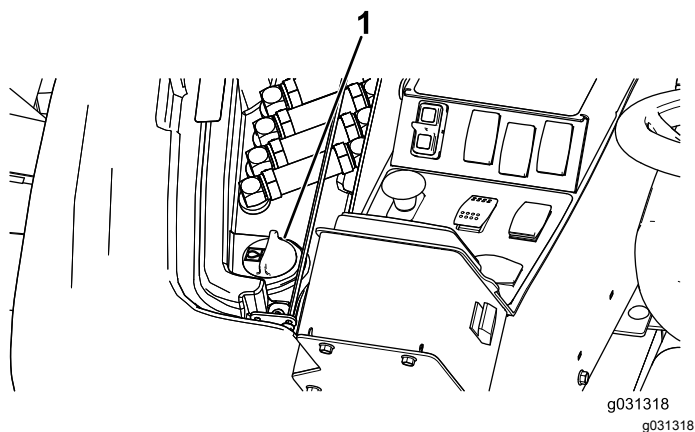

Figura 130
2. Sollevate il coperchio di accesso per esporre il tappo del serbatoio idraulico, sul lato destro della macchina (Figura 130).
3. Pulite attorno al collo del bocchettone e del tappo del serbatoio idraulico (Figura 130).